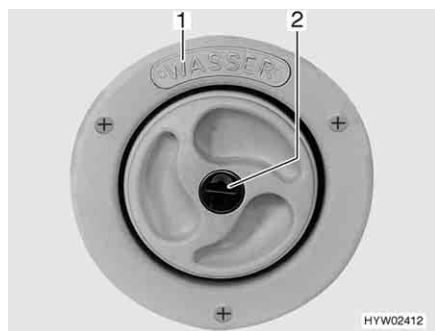
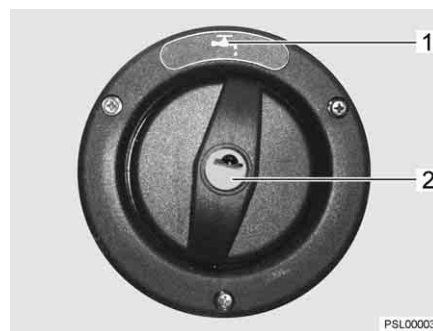

Bild 177 Verschlussdeckel für Trinkwasser-Einfüllstutzen
Bild 178 Verschlussdeckel für Trinkwasser-Einfüllstutzen (Alternative)
Der Trinkwasser-Einfüllstutzen ist mit dem Schriftzug "WASSER" (Bild 177,1) oder mit dem Symbol "☰" (Bild 178,1) gekennzeichnet. Der Verschlussdeckel wird mit dem Schlüssel für die Außenklappenschlösser geöffnet und verschlossen.
- Schlüssel in Schließzylinder (Bild 177,2 bzw. Bild 178,2) stecken und eine viertel Umdrehung entgegen dem Uhrzeigersinn drehen.